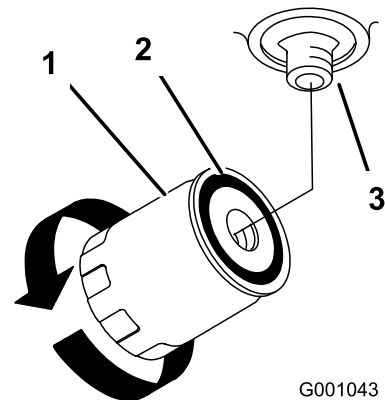

Figure 74
- Déposez le filtre usagé et essuyez la surface du joint de l'adaptateur (Figure 74).
- Montez le filtre de rechange sur l'adaptateur. Tournez le filtre dans le sens horaire jusqu'à ce que le joint rejoigne l'adaptateur, puis donnez 1/2 tour supplémentaire (Figure 74).